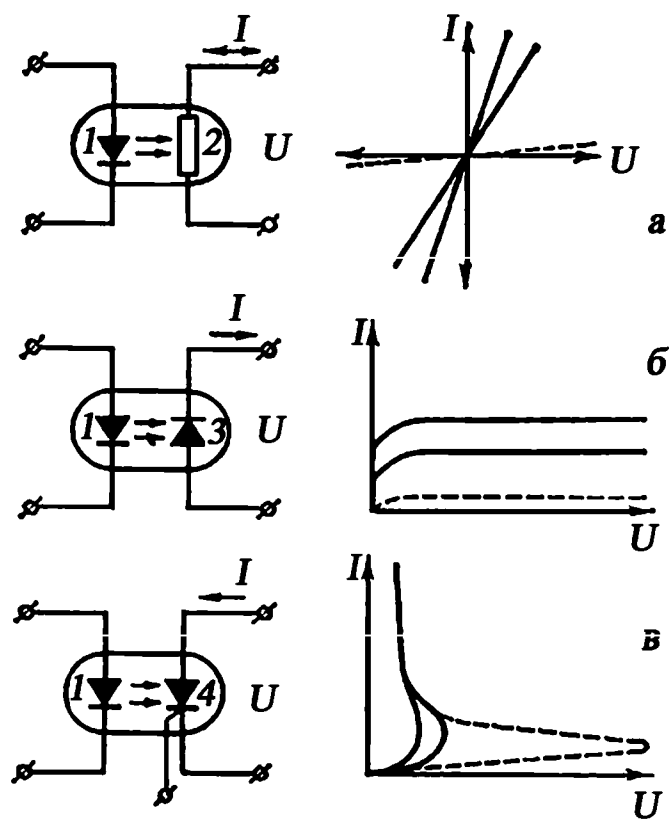

Рис. 2.14. Электрические схемы и выходные характеристики оптронов с фоторезистором (а), фотодиодом (б) и фототиристором (в):
1. Оптопара или оптрон (рис. 2.14) – электронный прибор, состоящий из излучателя света (обычно – светодиод, в ранних изделиях – миниатюрная лампа накаливания) и фотоприёмника (биполярных и полевых фототранзисторов, фотодиодов, фототиристоров, фоторезисторов), связанных оптическим каналом. Принцип работы оптрона заключается в преобразовании электрического сигнала в свет, его передаче по оптическому каналу и последующем преобразовании обратно в электрический сигнал.